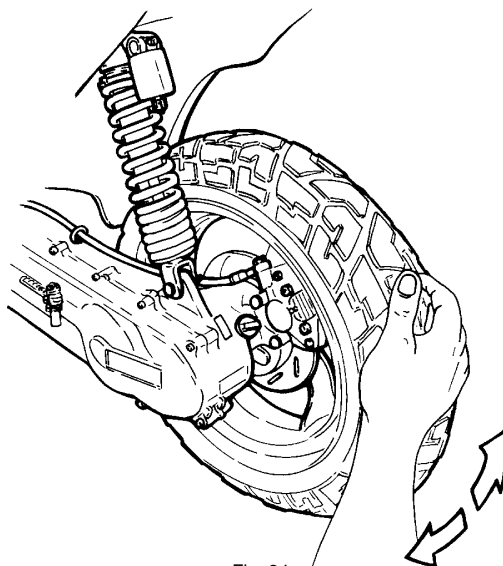

Fig. 34
- Il gioco dell'asse ruota posteriore, quindi del fulcro motore, va verificato posizionando lo scooter sul cavalletto, quindi spingendo e tirando lateralmente la ruota posteriore, con movimenti energici e ripetitivi (Fig. 34).
- Place the vehicle on the stand and try to rock the rear wheel by hand (Fig. 34).